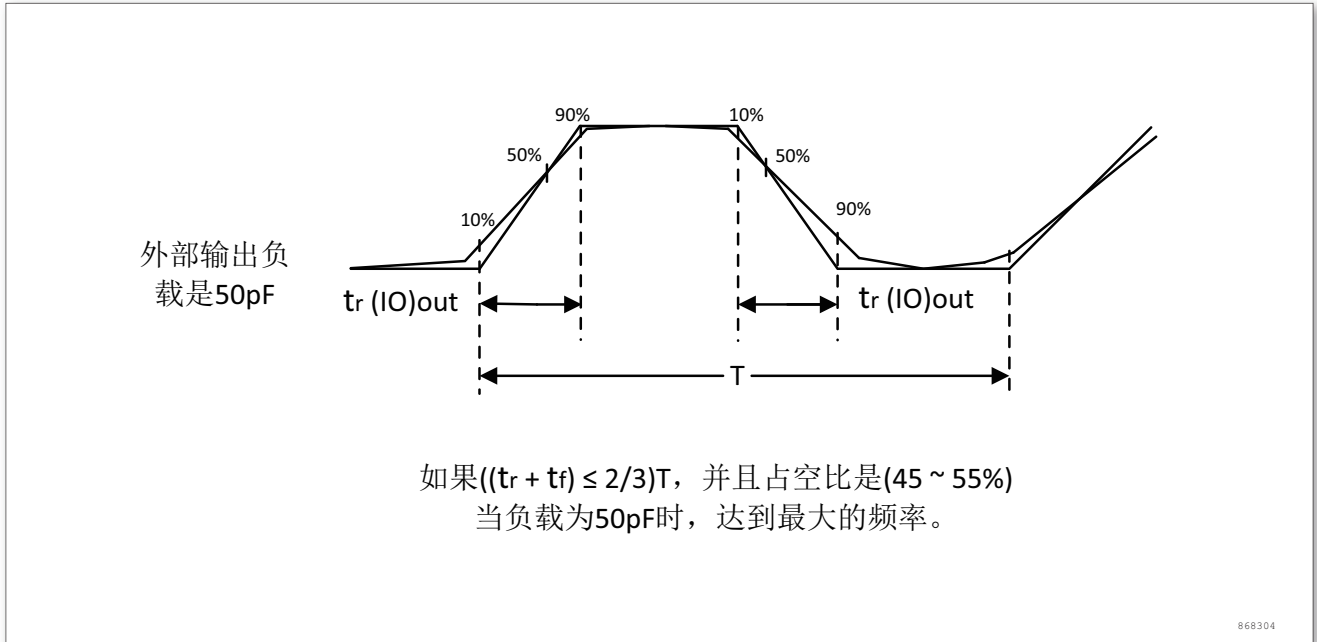

图 14. 输入输出交流特性定义
输入输出交流特性的定义和数值分别在图 14和表 30给出。
2. 最大频率在图 14中定义。